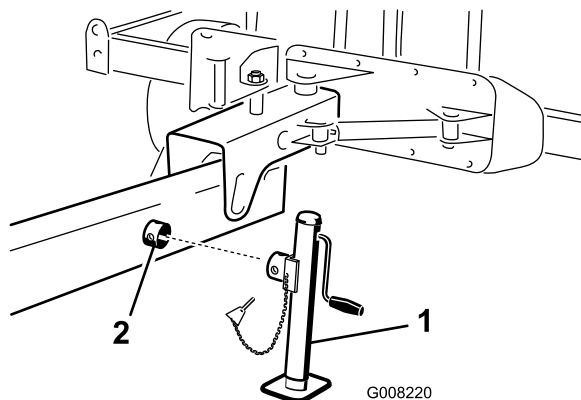

Figura 10
1. Sul lato del gancio di traino, inserite il cavalletto nell'apposito tubo (Figura 10).
2. Ruotate il cavalletto per allineare i fori e fissate con l'acciarino (Figura 10).